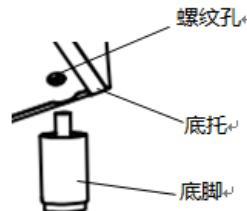

图 4
4. 安装底脚时，使用 10cm 到 15 cm 可调的四个辅助腿。将底脚紧紧的拧在底座下的螺母上(如图 4 所示)。小心操作制冰机，不要损坏外观。